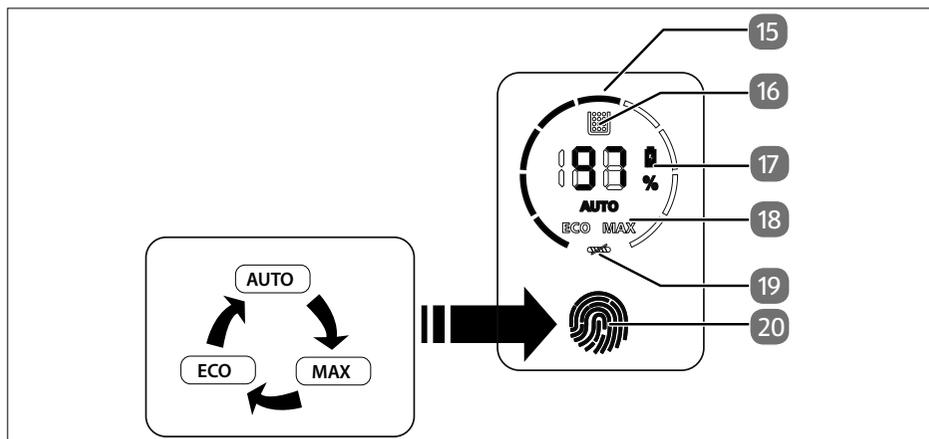

Fig. 2 – Elementi di comando
2. Per accendere l'aspirapolvere, premere e tenere premuto l'interruttore On/Off (21). Bloccare l'interruttore On/Off premendo il pulsante di blocco (22).
4. Toccare il campo (20) per impostare la modalità di funzionamento **Auto**, **Max** o **Eco**. Nel campo di visualizzazione (15) viene mostrata la rispettiva potenza del motore (vedere la fig. 2).